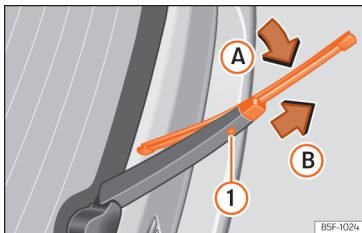

Abb. 152 Scheibenwischerblatt der Heckscheibe auswechseln.
- Das Wischerblatt leicht drehen »» (Abb. 152) (Pfeil A).
- Die Entriegelungstaste ① gedrückt halten und gleichzeitig das Scheibenwischerblatt in Pfeilrichtung B abziehen.
- Neues Heckscheibenwischerblatt **gleicher Länge und Ausführung** entgegen der Pfeilrichtung B auf den Scheibenwischerarm schieben, bis der Mechanismus ① einrastet.